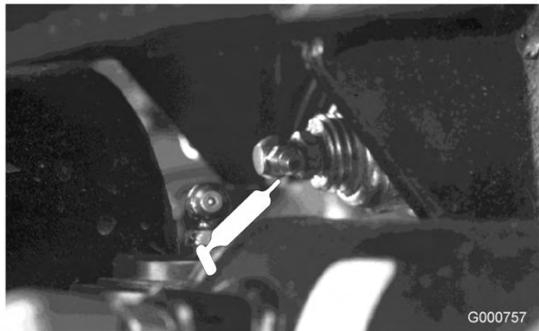

Bild 49
- Hinterachsen-Drehbüchsen (Bild 49)